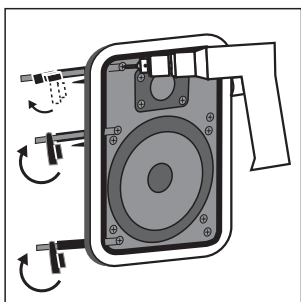

Figura 14—Tighten retaining wall clamps to engage wall. Use a #2 Phillips head screwdriver or a powered screwdriver.
7. Si tiene un nivel, utilícelo para alinear el altavoz. Apriete los tornillos de las abrazaderas con un destornillador. Esto gira las abrazaderas y afirma el altavoz contra la pared. Sugerencia: En los modelos MC65 y MC85, apriete los tornillos centrales antes de apretar los de las esquinas para lograr el mejor ajuste posible a la pared. No apriete en exceso los tornillos de abrazadera (figura 14).